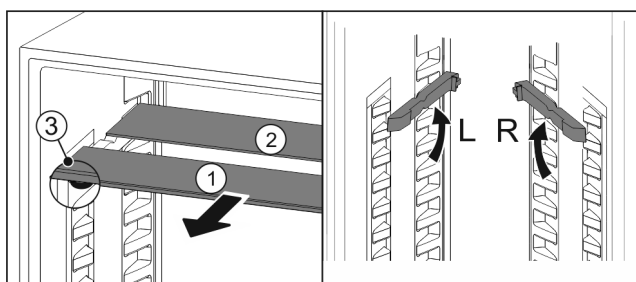

Fig. 196
- Skleněné desky jednotlivě vytáhněte dopředu Fig. 196 (1).
- Skleněná deska Fig. 196 (1) s ozdobnou lištou leží vpředu.
- Zářezky Fig. 196 (3) směřují dolů. Přístroje s mrazničkou:*